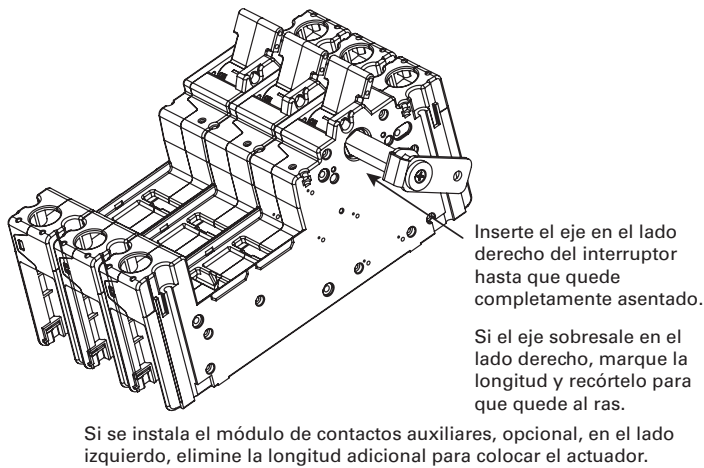

Fig. 2-1. Comprobación del ajuste del eje.
- Paso 1.** Compruebe el ajuste del eje en el lado derecho del interruptor insertándolo hasta que esté completamente asentado (vea la Fig. 2-1). Si el eje sobresale más allá del lado izquierdo, marque y recorte el eje con una sierra de arco. Retire las rebabas con una lima de metal.